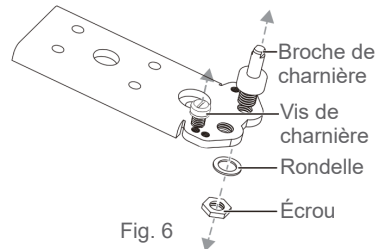

Fig. 6
6. Sur la charnière inférieure, retirez la vis de charnière et retirez la broche de la charnière après avoir enlevé sa rondelle et son écrou (→ Fig. 6).